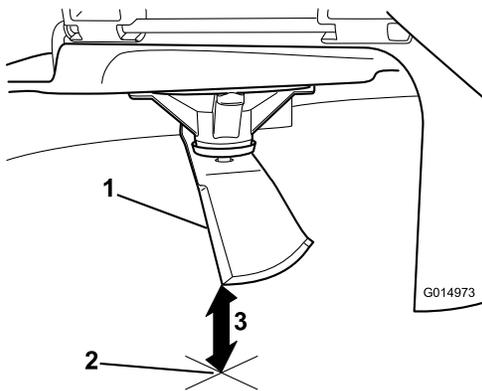

Рисунок 75
3. Відміряйте відстань від кінчика ножа до пласкої поверхні (Рисунок 75).